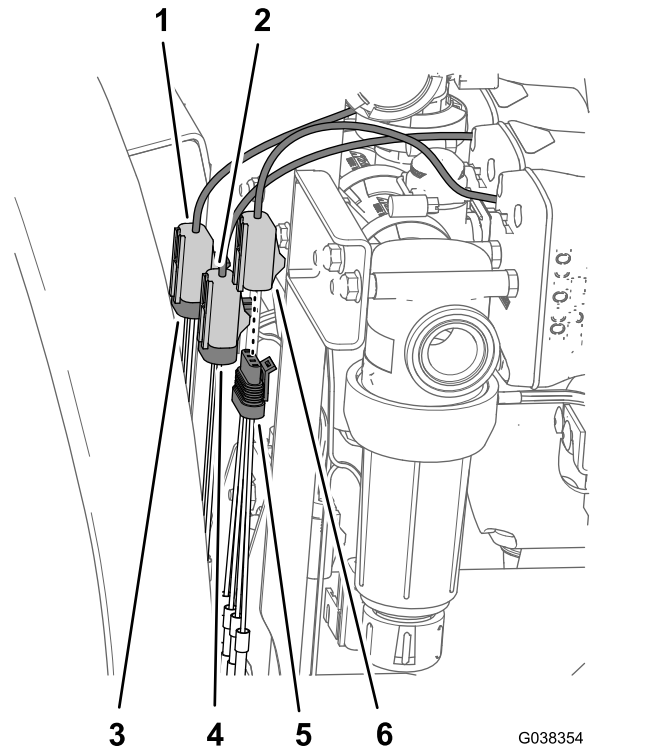

Figura 57
1. Collegare il cablaggio della valvola a 3 pin indicato come VALVOLA DI IRRORAZIONE PRINCIPALE al connettore a 3 prese per la valvola di irrorazione principale (Figura 57).
2. Collegare il cablaggio della valvola a 3 pin indicato come VALVOLA DELL'AGITATORE al connettore a 3 prese per la valvola dell'agitatore (Figura 57).
3. Collegare il cablaggio della valvola a 4 pin indicato come VALVOLA DI FREQUENZA al connettore a 4 prese per la valvola di frequenza (Figura 57).